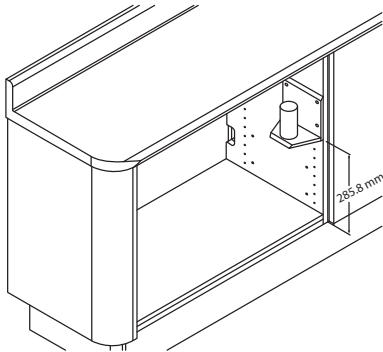

FIGURE 1
1. Avec une clé hexagonale 5mm et une clé 14mm, installez l'Adaptateur de **Montage Poteau Mural/Cabinet** au cabinet avec le matériel de montage fourni. **Figure 1**